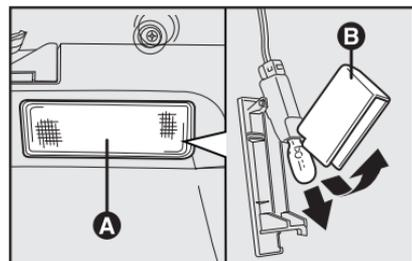

fig. 35
LUZ DEL COMPARTIMIENTO DE EQUIPAJES - fig. 35
- quite el plafón **A-fig. 35** forzando ligeramente en el punto indicado por la flecha;
- abra la protección **B-fig. 35** y sustituya la lámpara introducida a presión;